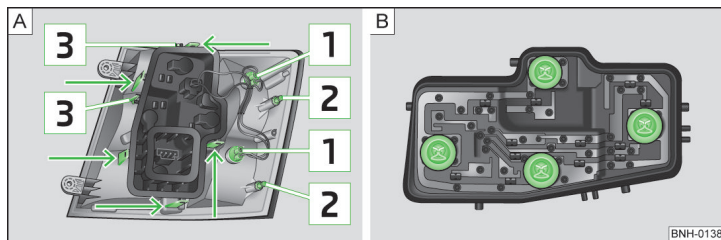

Abb. 168 Äußerer Teil der Leuchte / Innerer Teil der Leuchte
- Die Rückleuchte vorsichtig in die Karosserie hineindrücken, sodass die Bolzen **2** » Abb. 168 auf Seite 178 an der Leuchte in die Aufnahmen in der Karosserie eingreifen » **!**.
- Die Lampenfassung **1** » Abb. 168 entgegen dem Uhrzeigersinn drehen und aus dem Leuchtengehäuse herausnehmen.
- Den Lampenhalter an den mit Pfeilen gekennzeichneten Verriegelungslaschen entriegeln » Abb. 168 - A und den Lampenhalter aus der Rückleuchte herausnehmen.
- Die jeweilige Glühlampe » Abb. 168 - B bis zum Anschlag entgegen dem Uhrzeigersinn drehen und aus dem Lampenhalter herausnehmen.
- Die Führungsdorne **3** » Abb. 168 des Lampenhalters in die Leuchte einsetzen.